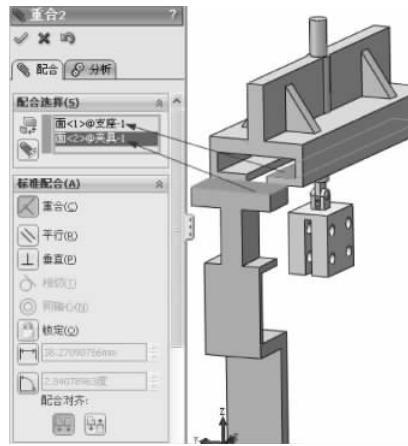

图 3-102 重合配合
(2) 单击【装配体】工具栏中的【配合】按钮 ，弹出【配合】的属性设置。在【标准配合】选项组下选择【重合】配合类型 ，单击【配合选择】选项组下的选择框，然后在图形区域中选择夹具凸台下表面和支座滑槽内表面，如图 3-102 所示，单击【确定】按钮 ，完成重合的配合。